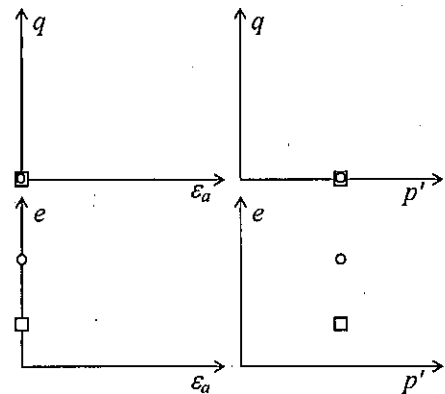

図 1 (Figure 1)
- (1) CD試験における正規圧密粘土と過圧密粘土のせん断時の応答について、図 1 に示すようなグラフを用いて定性的に説明せよ。
Illustrate the shearing behavior of normally consolidated and over-consolidated clay samples in the CD test qualitatively using the graphs as Figure 1.
- (2) \overline{CU} 試験における正規圧密粘土と過圧密粘土のせん断時の応答について、図 1 に示すようなグラフを用いて定性的に説明せよ。
Illustrate the shearing behavior of normally consolidated and over-consolidated clay samples in the \overline{CU} test qualitatively using the graphs as Figure 1.